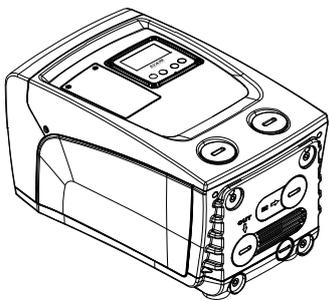
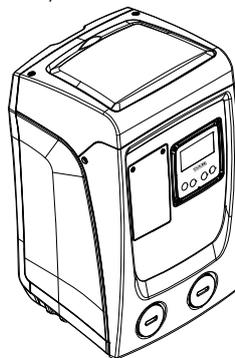

Abbildung 4
Abbildung 5
**SEITE F:** wie an dem zu entfernenden Etikett angegeben, hat der 1" Deckel auf Höhe der Aufschrift „IN“ an der Seite C eine zweifache Funktion: Im Fall der Horizontalinstallation fungiert die durch den Deckel verschlossene Ablassöffnung als Füllöffnung des Systems (siehe nachfolgend „Füllvorgang, Abschn. 2.2.3“); im Fall der Vertikalinstallation kann die gleiche Ablassöffnung die Funktion des Eingangswasseranschlusses ausüben (genau wie der mit „IN“ auf der Seite C als Alternative angeführte). Der andere 1" Deckel gibt Zugriff auf einen zweiten Vorlaufanschluss, der gleichzeitig oder alternativ zu dem mit „OUT“ an der Seite C angegebenen benutzt werden. Das Benutzerschnittstellenpaneel setzt sich aus einem Bildschirm und einer Tastatur zusammen und dient der Anlageneinstellung, der Statusabfrage und Mitteilung eventueller Alarmzustände. Die mit 2 Schrauben verschlossene Klappe bietet Zugriff auf ein Fach für die außerordentliche Wartung: Reinigung des Rückschlagventils und Wiederherstellung des Fülldrucks im Tank. Das Gerät kann mit 2 verschiedenen Konfigurationen installiert werden: horizontal (*Abb.4*) oder vertikal (*Abb.5*).